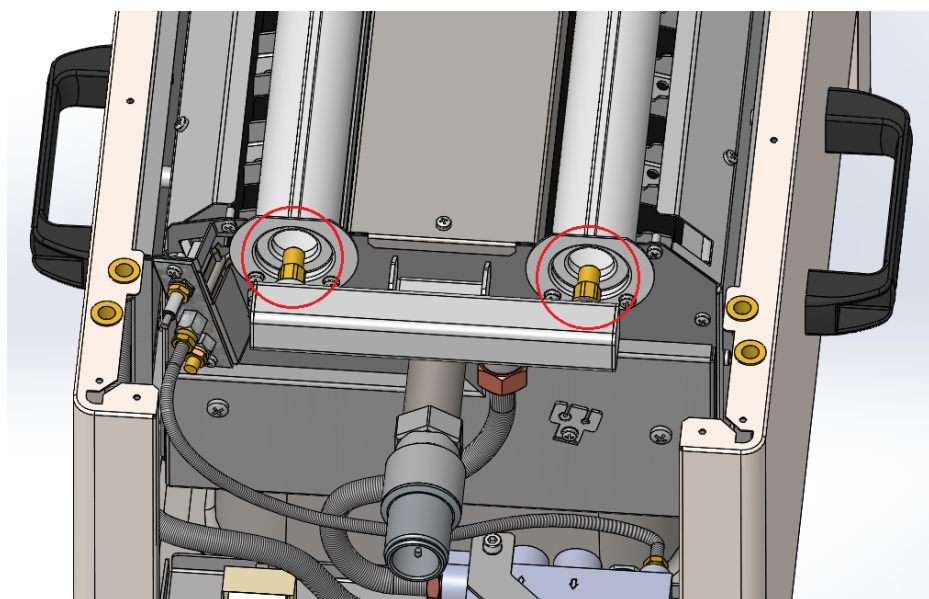

Fig. 1
- 2) À l'aide de la clé taille 12, démontez les buses des brûleurs principaux et remplacez-les par les buses selon le tableau (Fig. 1)